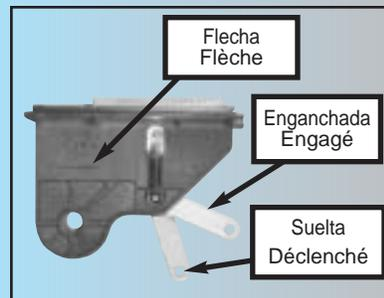

Fig. 1-14
- Ponga la palanca del soldador de emergencia en la posición soldado. **Fig. 1-14.**
- Asegúrese de que la flecha en el costado del corredizo (**Fig. 1-14**) esté apuntando alejada de la caja de control. (La palanca de soldar de emergencia estará mirando hacia la caja de control.)
- Placer le levier de déclenchement d'urgence en position déclenchée. **Fig. 1-14.**
- Veiller à ce que la flèche située sur le côté du chariot (**Fig. 1-14**) pointe dans le sens inverse de la tête motorisée. (Le levier de déclenchement d'urgence se trouve en face de la tête motorisée).